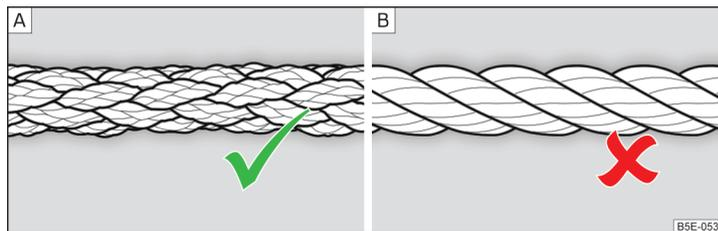

Fig. 189 Corda de reboque trançada / Corda de reboque enrolada
Para o reboque com um cabo de reboque, utilizar apenas um cabo de fibra trançada » Fig. 189 - **A** » .
- Para o reboque não utilizar um cabo de reboque enrolado » Fig. 189 - B, o olhal de reboque pode retirar-se do veículo - existe perigo de acidente.